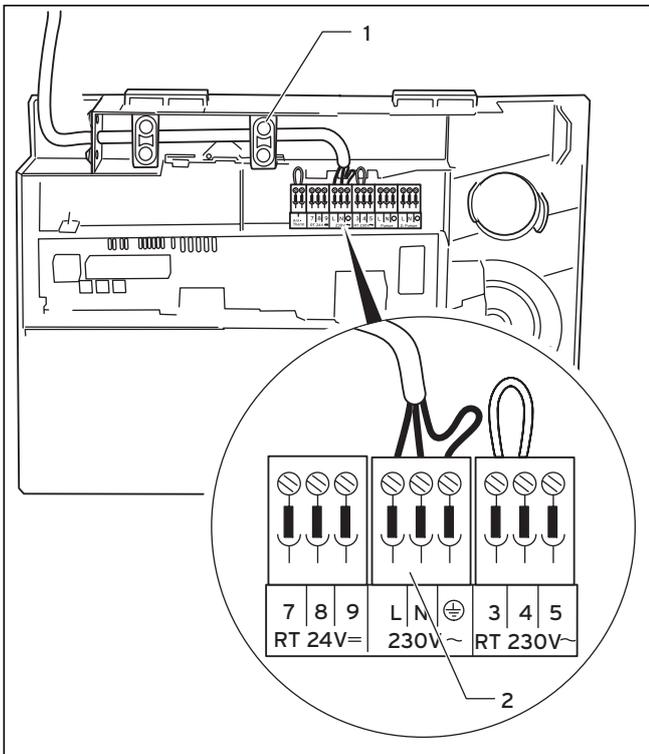

Abb. 5.6 Anschluss der Netzanschlussleitung
- ▶ Sichern Sie die Leitungen mit den Zugentlastungen (1, Abb. 5.6).
- Verlegen Sie die Netzanschlussleitung zur Anschlussebene im Schaltkasten wie in Abbildung 5.6 gezeigt.
- Sichern Sie die Leitungen mit der Zugentlastung (1).
- Klemmen Sie die Netzanschlussleitung an den dafür vorgesehenen Klemmen ⊕, N und L des System ProE an (2).
- Sichern Sie die Leitungen mit der Zugentlastung (1, Abb. 5.6)